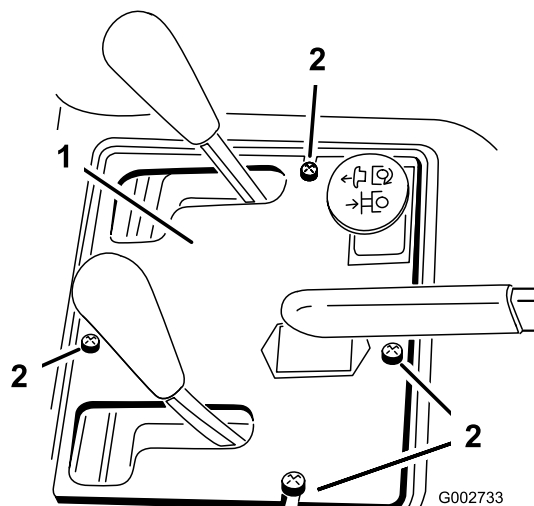

Рисунок 37
2. Снимите 4 винта, которые крепят панель управления к раме (Рисунок 37).